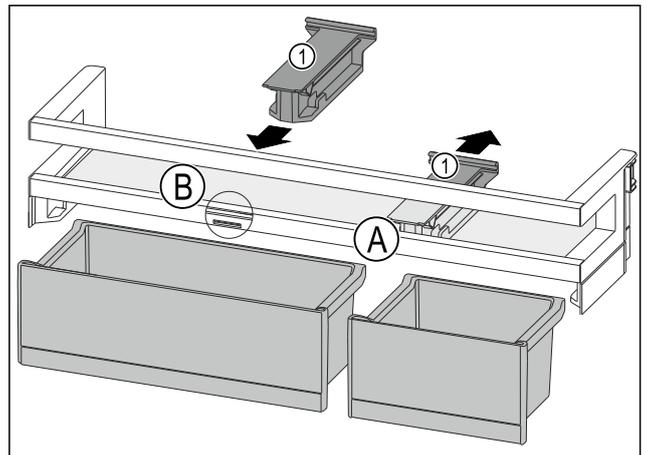

Fig. 120
- ▶ Halteteil Fig. 120 (1) in Position Fig. 120 (A) nach hinten abziehen.
- ▶ Halteteil Fig. 120 (1) in Position Fig. 120 (B) einsetzen.